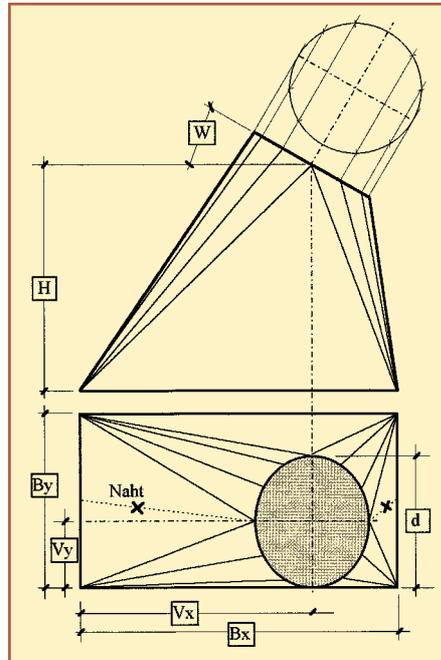

Bild 1 Seitenansicht und Draufsicht eines Überganges rechteckig auf rund, exzentrisch, Kreisfläche oben 30° geneigt
Die Maße und Vorgaben für den Übergang werden in einer Eingabemaske in den PC eingegeben. Im Beispiel nach Bild 1 also die Maße der Grundfläche (Bx und By), der Rohrdurchmesser (d), die Höhe (H) und eventuell der Versatz (Vx und Vy) sowie die Neigung oben (W). Außerdem kann die Anzahl der Nähte und deren Lage bestimmt werden (hier je eine rechts und links).